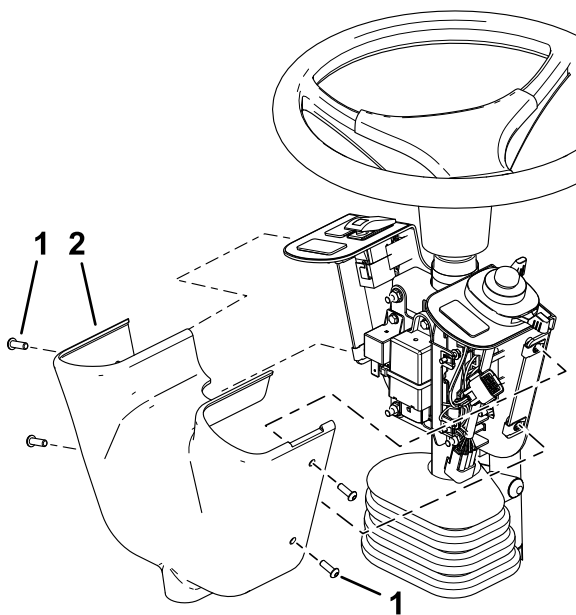

Figura 7
- Retire los 4 tornillos allen que sujetan la tapa del panel de control y retírela (Figura 7).
12. Instale la tapa del panel de control como se muestra en la Figura 7.